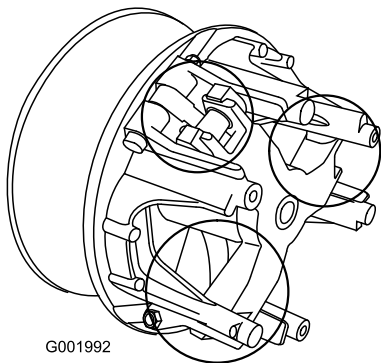

Figura 59
- Lubrique las piezas en movimiento en las zonas indicadas en Figura 59 usando Spray Lubricante Seco Toro, disponible a través de su Distribuidor o Consesionario Autorizado Toro.